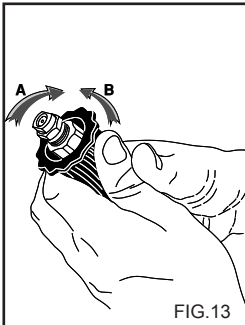

FIG.13
**ANVENDELSE AF DET REGULERBARE HOVED (fig. 13) (Valgfrit tilbehør).**